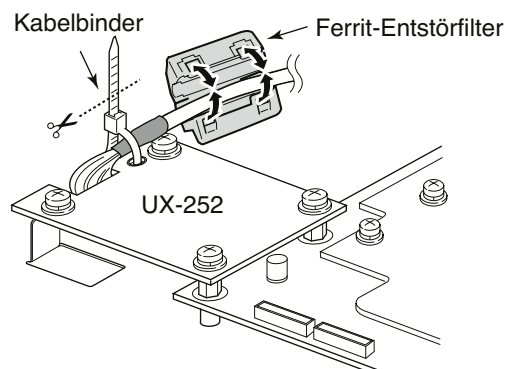

Abb. 5
7. Sichern Sie das Kabel zur UX-252 mit einem Kabelbinder. (Abb. 5)
8. Ferrit-Entstörfilter am Kabel in der Nähe der UX-252 anbringen. (Abb. 5)
- ① Überprüfen Sie den festen Sitz.
- ① Die Dichtung muss korrekt sitzen.